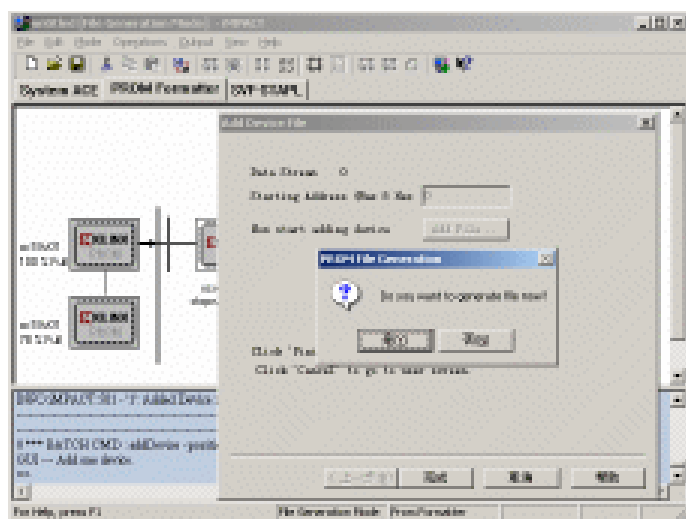

图7-20 确认是否生成 PROM 文件
9. 单击 **完成** 按钮，iMPACT 会弹出【PROM File Generation】对话框，要求确认是否生成 PROM 文件，如图 7-20 所示，单击 **是(Y)** 按钮，iMPACT 将生成 PROM 文件。